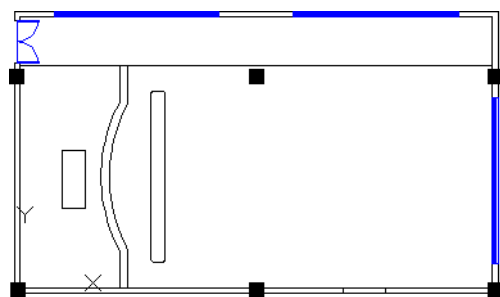

图 17.12.37 绘制矩形 2
Step7. 绘制图 17.12.37 所示的矩形 2。选择下拉菜单 **绘图(D)** → **矩形(R)** 命令，在命令行中输入 F，指定矩形的圆角大小为 100，输入矩形的第一点为 (4800,7100)，设定矩形的长度与宽度值分别为 500 和 6000。